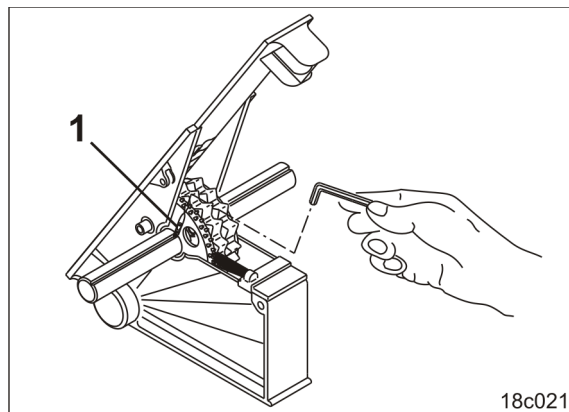

Fig. 126
5. Aflojar los tornillos prisioneros (Fig. 126/1) de las nuevas ruedas de sembrado para trazar calles hasta que puedan girar libremente sobre el eje de sembrado.